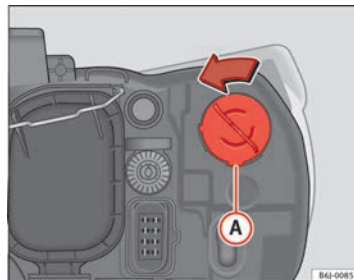

Abb. 155 Blinklicht ▶
- Drehen Sie den Lampenträger ⇒ Abb. 155 **A** nach links und ziehen Sie.